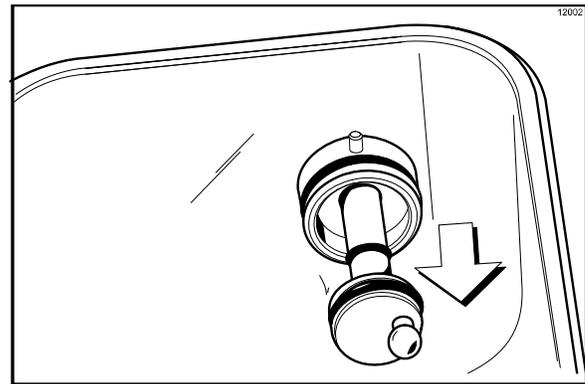

图 105
7. 从储料槽后壁上的传动轴心上取下泵传动轴。（见图 105。）